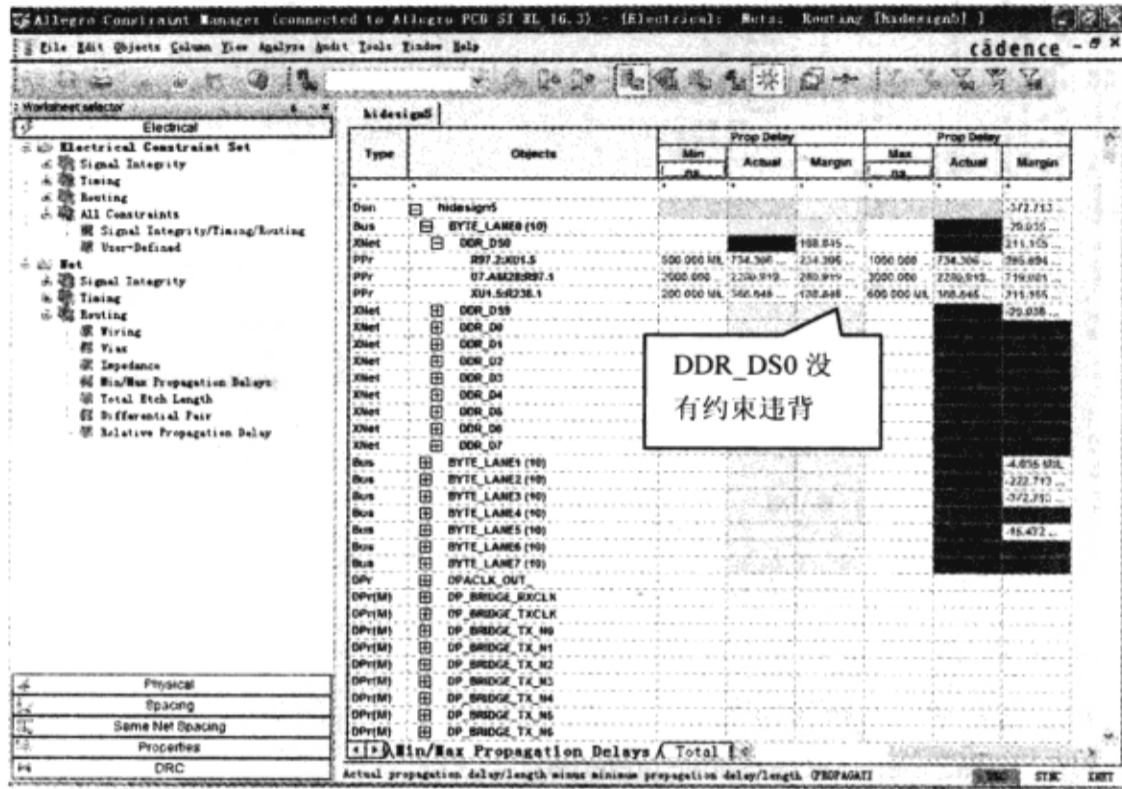

图 4-2-18 DDR\_DS0 的约束
(4) 使“Allegro Constraint Manager”窗口前端显示，DDR\_DS0 的表格中显示绿色的值，表示没有约束违背，如图 4-2-18 所示。
(5) 从“Allegro Constraint Manager”窗口执行菜单命令“File”→“Close”，退出约束管理器。